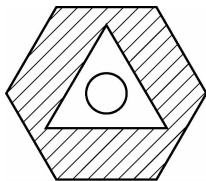

图 3-20 外部
②“外部”单选按钮。从外部边界向内填充,如果系统遇到内部孤岛,它将停止图案填充。此选项只对结构的最外层进行图案填充,而图案内部保留空白。其填充效果如图 3-20 所示。